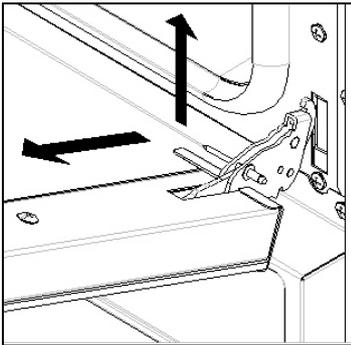

Fig. 6
- Heben Sie die Tür vorsichtig an und ziehen Sie sie heraus (Abb. 6);